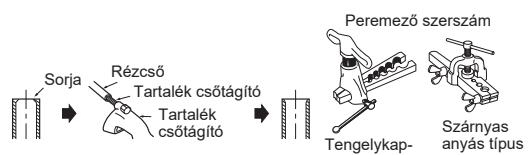

Fig. 3
- 2) Sorjázza le teljesen a vágási felületet. (Fig. 3)